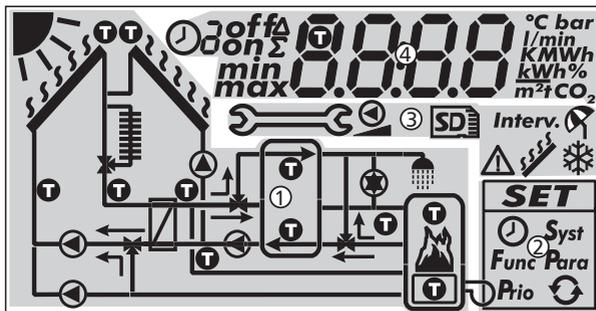

Fig. 8: Panoramica sulle aree del display (tutti gli elementi visibili)
La tabella seguente descrive i simboli nello schema del sistema (① nella Fig. 8).
Il menu delle impostazioni (② nella Fig. 8) contiene le seguenti voci:
La tabella seguente descrive i pittogrammi delle funzioni (③ nella Fig. 8).
La visualizzazione dei dati di funzionamento e delle impostazioni (④ in Fig. 8) è formato dai seguenti elementi:
①	<p>Simbolo per il comando a tempo delle funzioni. Il simbolo viene visualizzato se:</p> <ul style="list-style-type: none"> • viene impostato un limite temporale o un comando a tempo. • viene visualizzato lo stato del limite temporale / comando a tempo. • il limite temporale blocca il comando in funzione della temperatura (simbolo lampeggiante).
②	<p>Numero della finestra temporale attualmente impostata/visualizzata nel menu delle impostazioni o in cui si trova l'ora attuale. Il comando a tempo di una funzione è composto da 1 o 3 finestre temporali impostabili. Esempio: Finestra temporale 1: 06:00 – 08:00 Finestra temporale 2: 11:00 – 12:30 Finestra temporale 3: 17:00 – 19:00</p>
③	<p>Informazioni supplementari: on, off: stato di commutazione / condizioni di commutazione on, off max, min: valore massimo, valore minimo Σ: valore di funzionamento sommato dalla prima messa in funzione, non ripristinabile Δ: valore di funzionamento sommato dall'ultimo ripristino su 0</p>
④	<p>Il simbolo viene visualizzato se durante l'impostazione di una funzione viene selezionato un sensore di temperatura.</p>
⑤	<p>Visualizzazione di:</p> <ul style="list-style-type: none"> • valori di misurazione • valori di impostazione • codici errore • altre informazioni, per es. versione software
⑥	<p>Unità fisica del valore visualizzato in ⑤: °C, bar, l/min, K, MWh, kWh, %, m², tCO₂</p>